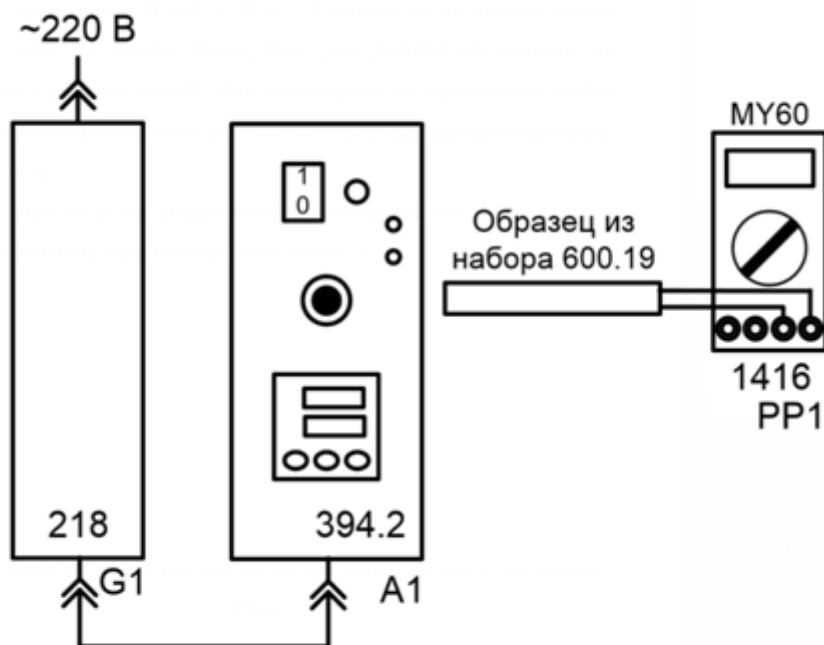

Рис. 2. Схема для определения температурного коэффициента сопротивления.
Схема электрических соединений для определения температурных коэффициентов сопротивления показана на рис. 2.
1. Соберите схему рис. 2.